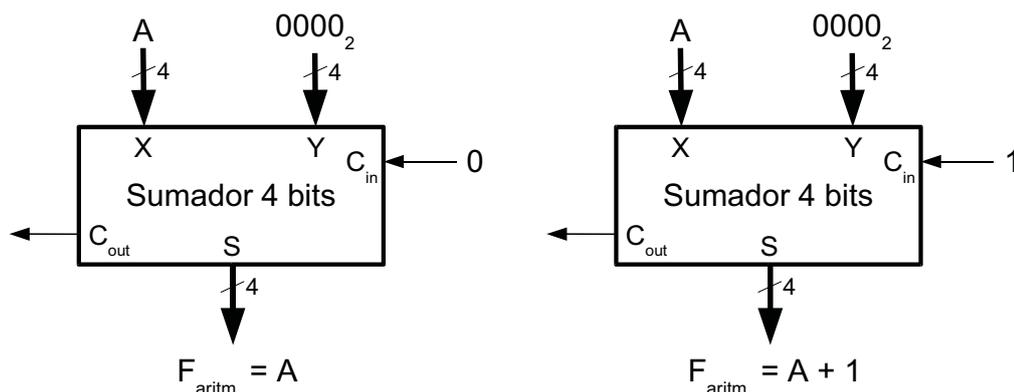

Figura 5.18.
- (a) Si las entradas del sumador son A y $00\dots 0$, figura 5.18, se pueden obtener funciones de **transferencia**, $F = A$ si $C_{in} = 0$, o de **incremento**, $F = A + 1$ si $C_{in} = 1$.